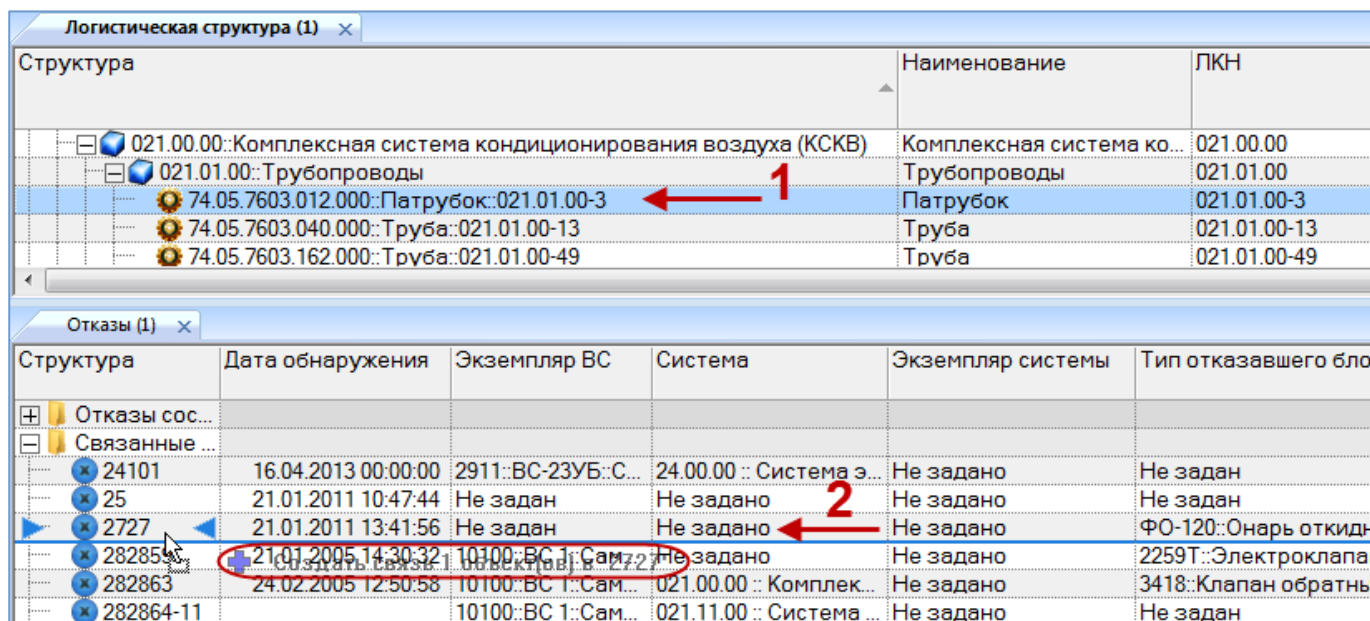

Рис. 13-286 – Переместить компонент на отказ
- 2) Выбрать компонент в рабочем окне «Логистическая структура» (1 на рис. 13-286).
- 3) Переместить с помощью мыши компонент на отказ в окно «Отказы» – появится подсказка вида «+ Создать связь X объект(ов) в ...» (2 на рис. 13-286). Отпустить кнопку мыши.